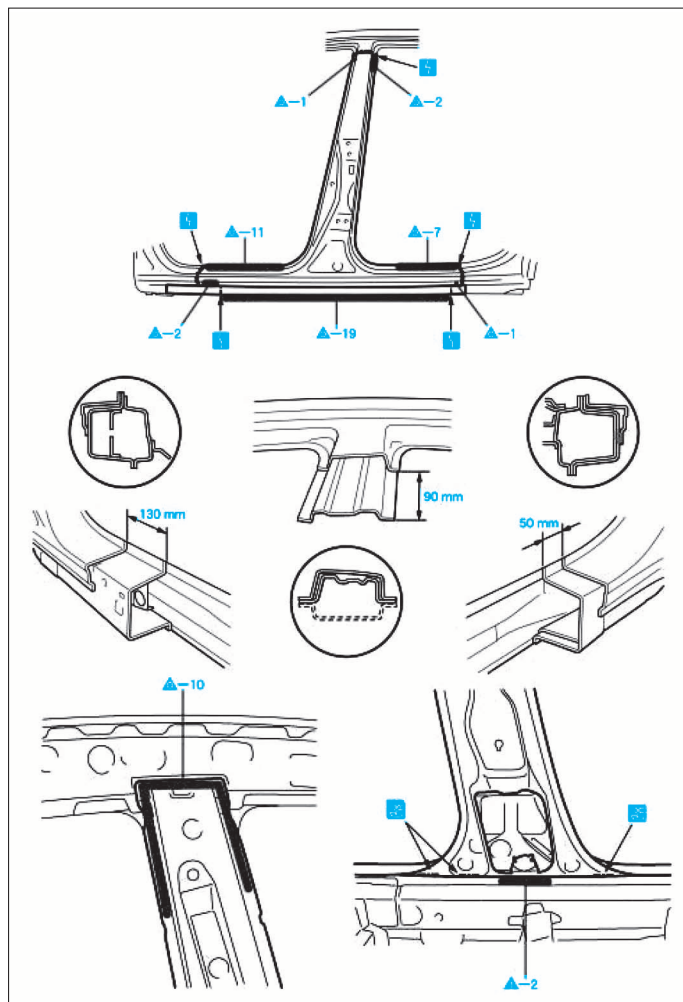

FIG. 19
- Couper le pied de milieu aux endroits indiqués tout en respectant les distances de coupes (Fig.19).